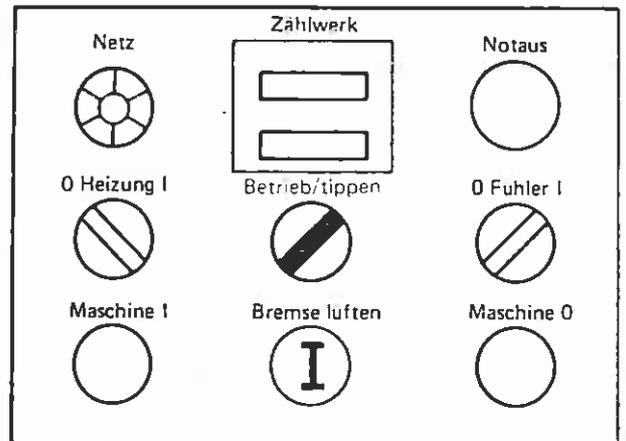

Bild 106
4. Wahlschalter „Betrieb/tippen“ auf „tippen“ stellen und Taster „Bremse lüften“ betätigen (Bild 106).